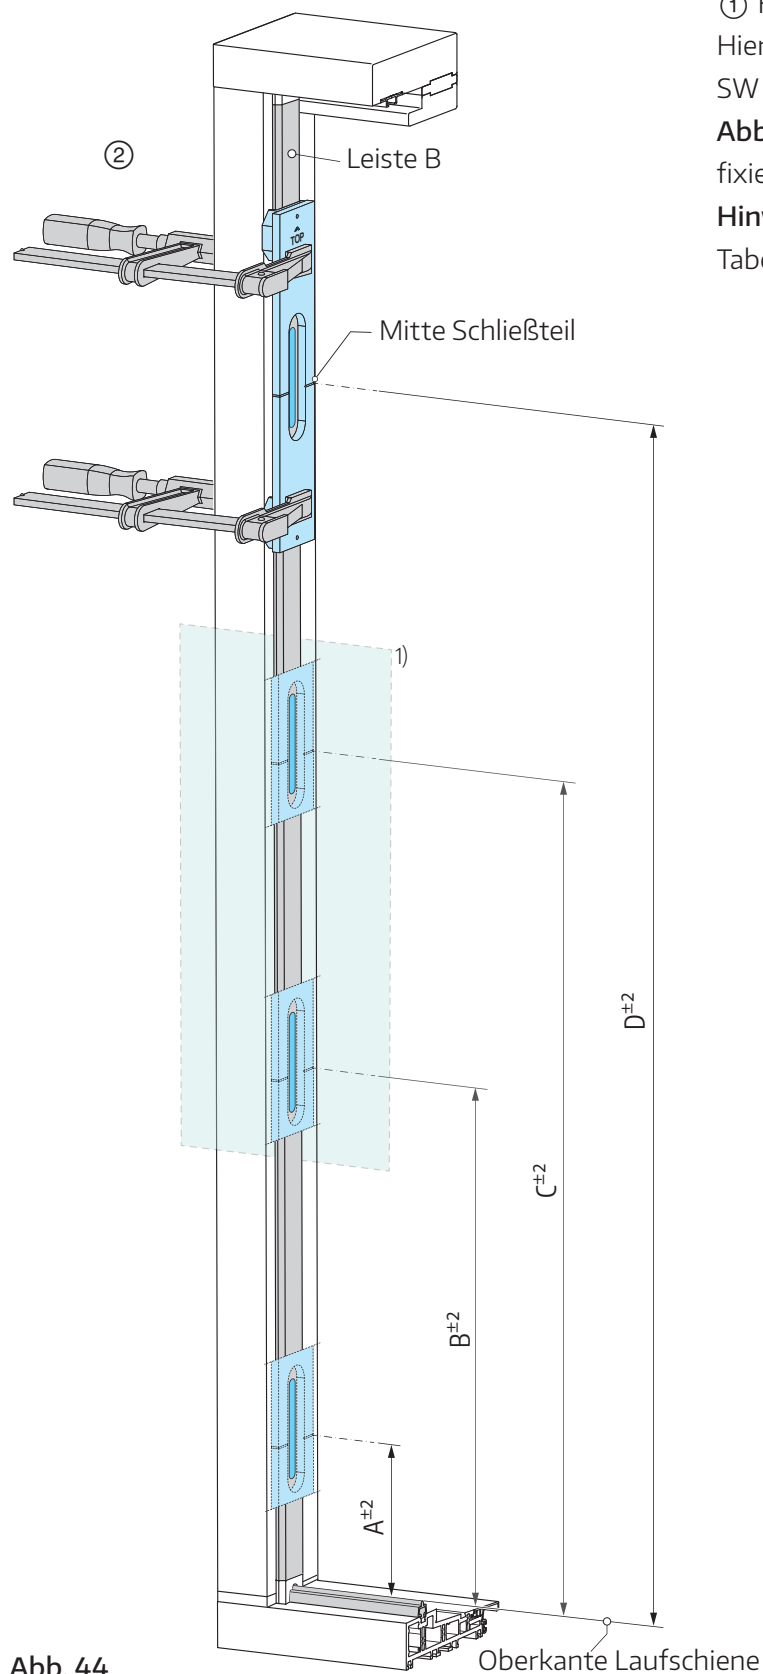

Abb. 44
① Fräslehre für Hakenschießteil zusammenfügen. Hierzu die Adapter mittels Innensechskantschrauben, SW 3, an der Rückseite der Lehre anschrauben, siehe **Abb. 43**. ② Fräslehre auf Leiste B positionieren und fixieren, **Abb. 44**.